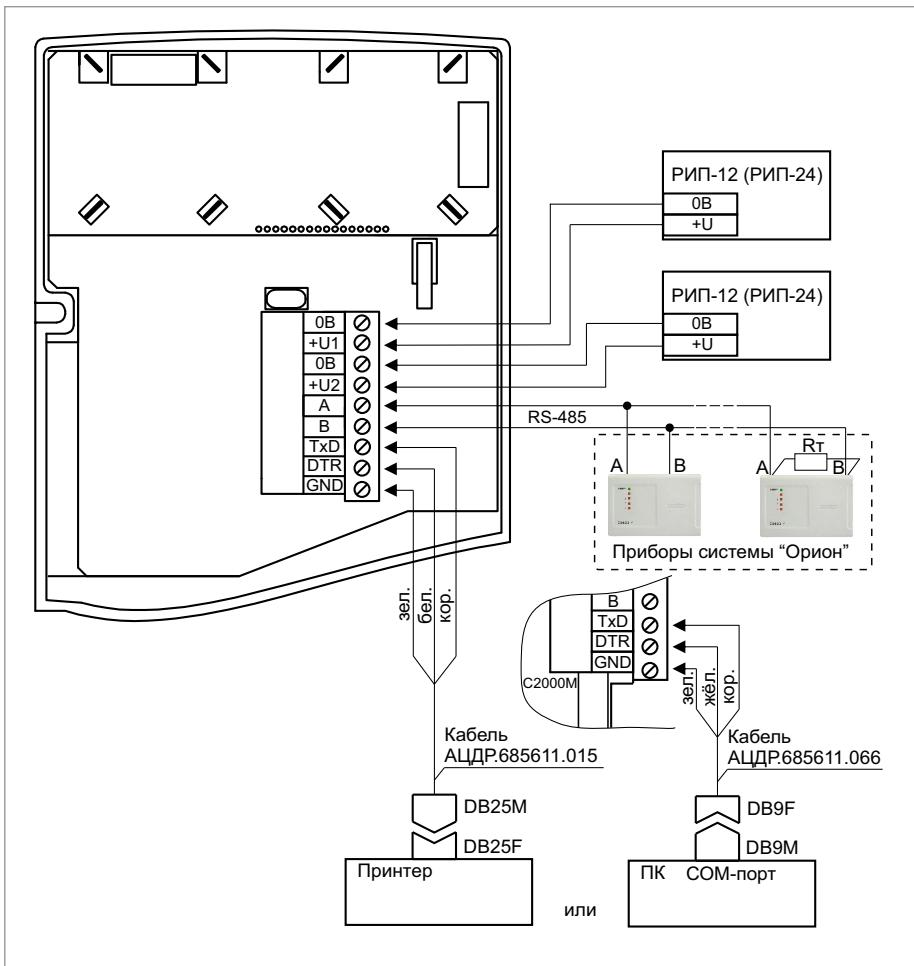

Рисунок 3.
- Подключение соединительных линий производите в соответствии с проектной документацией и схемой на рис. 3 – для пульта «С2000М», на рис. 4 – для пульта «С2000».